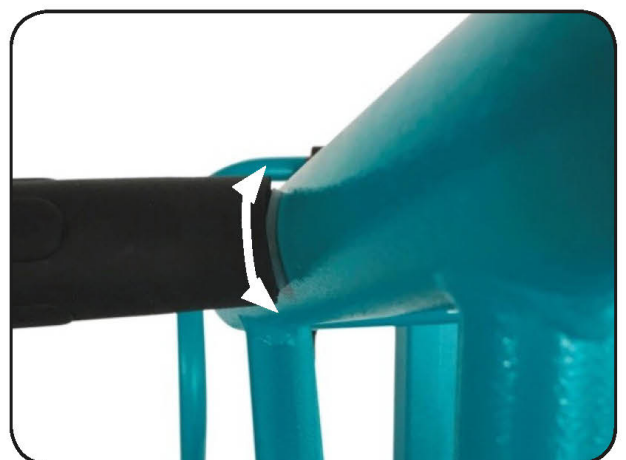

Abbildung 27
15. Nach circa drei Umdrehungen bringen Sie den seitlichen Zusatzgriff in die richtige Position (Wölbung passend zum Rundrohr) und halten den seitlichen Zusatzgriff in dieser Position fest (Abbildung 27). Ziehen Sie nun die Sterngriffschraube handfest an.
16. Wenn Sie die Sterngriffschraube handfest angezogen haben, drehen Sie den seitlichen Zusatzgriff leicht nach vorne und hinten, sodass Sie einen korrekten Sitz des seitlichen Zusatzgriffes erreichen können (Abbildung 27).